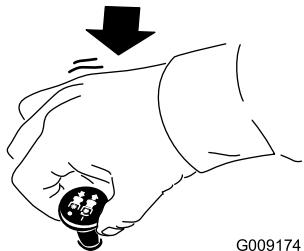

Bild 19
1. Stellen Sie den Zapfwellenantriebsschalter in die Aus-Stellung, um die Messer auszukuppeln (Bild 19).